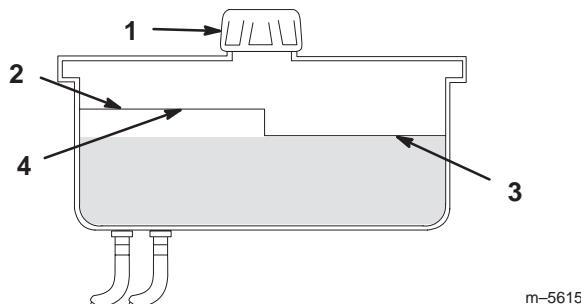

Figure 49
2. Nettoyez la surface autour du goulot de remplissage du réservoir hydraulique (Fig. 49).
3. Enlevez le bouchon du goulot de remplissage et vérifiez si le réservoir contient du liquide (Fig. 49).
Note: Lorsque l'huile est chaude, le niveau de liquide doit atteindre le haut du repère **à chaud** sur le déflecteur (Fig. 49).